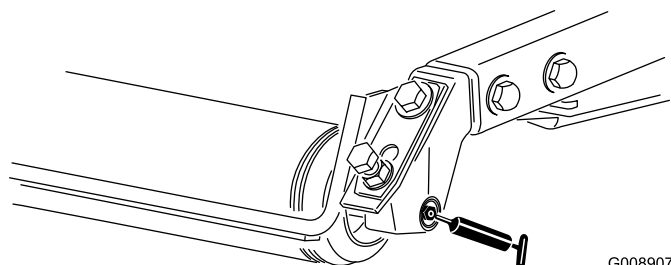

Figure 38
- Roulements de rouleau arrière (2 par plateau de coupe) (Figure 38)